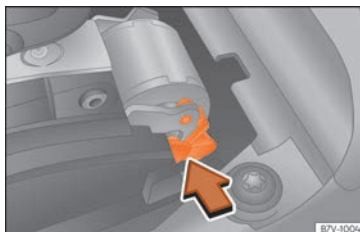

**Fig. 242** Desbloqueo de emergencia del bloqueo de la palanca selectora.
- Pulse la palanca de desbloqueo  **fig. 242** en el sentido de la flecha y manténgala en esta posición.